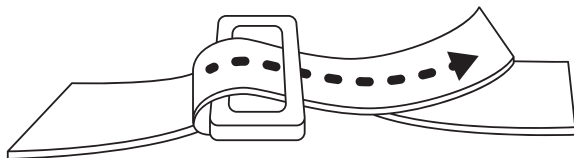

Рис. 3. Порядок застегивания пряжки
2. На одетой привязи (системе) отрегулируйте длину лент таким образом, чтобы ремни и лямки плотно прилегали к телу, сначала пояс, потом набедренные и наплечные лямки. Проверьте, правильно ли застегнуты пряжки: сначала прямой, затем обратный ход (рис. 3). Ленту заправьте под тренчик, чтобы остаток свободного конца не превышал 5 см.